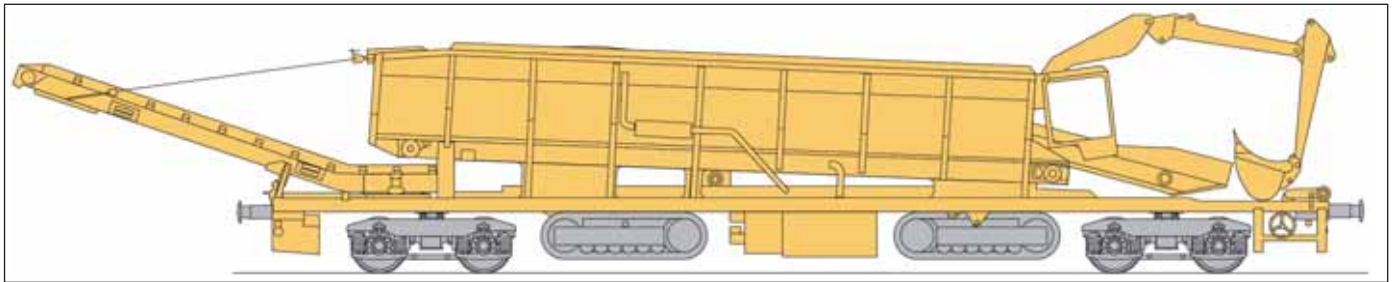

Abb. 2: Material-Förder- und Siloeinheit MFS 40/4A ZW-B
- einer zweiwegefahrbaren Material-Förder- und Siloeinheit MFS 40/4A ZW-B (Abb. 2),